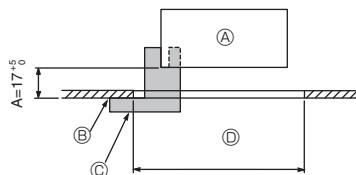
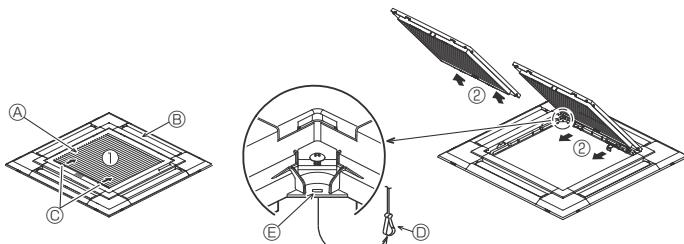
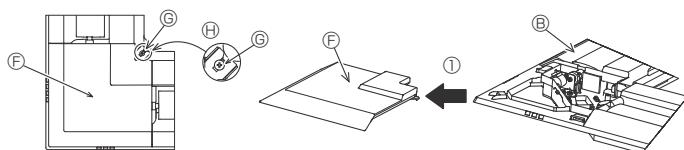

Fig. 6-2
Fig. 6-3
Fig. 6-4
① Решетка	1	950 × 950 (мм)
② Монтажный калибр	1	(Поделен на 4 части)
③ Винт (4 × 16)	1	для PLP-6EAЕ, PLP-6EALE, PLP-6EALME
④ Угловая панель i-see sensor	1	для PLP-6EAЕ, PLP-6EALE, PLP-6EALME
⑤ Беспроводной пульт дистанционного управления	1	для PLP-6EALM, PLP-6EALME
⑥ Держатель пульта дистанционного управления	1	Входит в комплект при наличии беспроводного пульта дистанционного управления.
⑦ Батарейки LR6 AA	2	Входит в комплект при наличии беспроводного пульта дистанционного управления.
⑧ Шурупы-саморезы 3,5 × 16	2	Входит в комплект при наличии беспроводного пульта дистанционного управления.
6.2. Подготовка к установке вентиляционной решетки (Fig. 6-2)
- С помощью поставляемого в данном комплекте калибра ② отрегулируйте и проверьте размещение главного прибора относительно поверхности потолка. Если положение главного прибора относительно поверхности потолка неправильное, то результатом могут являться утечки воздуха или образование конденсата.
- Ⓒ Монтажный калибр ② (вставлен в главный прибор)
6.2.1. Удаление воздухозаборной решетки (Fig. 6-3)
- Сдвиньте рычаги в направлении, обозначенном стрелкой ①, чтобы открыть воздухозаборную решетку.
- Пока воздухозаборная решетка находится в "открытом" положении, удалите стержень воздухозаборной решетки с вентиляционной решетки в направлении стрелки ②.
6.2.2. Удаление угловой панели (Fig. 6-4)
- Ослабьте 4 винта на углу. Сдвиньте угловую панель в направлении стрелки ①, показанной на рисунке, и снимите ее.
[Fig. 6-3] [Fig. 6-4]